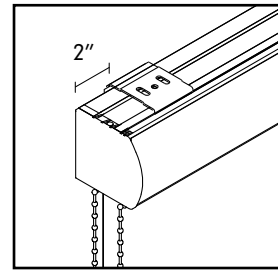

fig. 2
2. S'assurer que les supports soient installés à moins de 2 pouces des extrémités de la cassette (fig. 2). Un troisième support est inclus pour les toiles de 72 pouces et plus de largeur. Celui-ci peut être installé au centre.